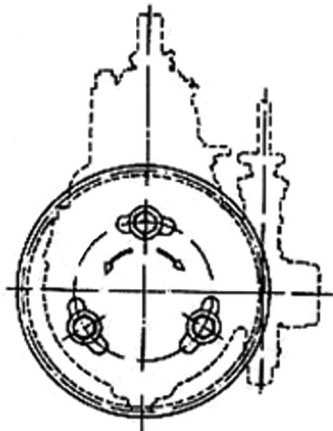

Рисунок 2. Регулировка синхронизации впрыска топлива
3. Если угол опережения подачи масла слишком велик или слишком мал, отвинтите 3 болта, которые крепят ТНВД к редуктору, и поверните ТНВД (см. рисунок 2). При повороте по часовой стрелке угол опережения подачи топлива будет уменьшаться; а при повороте против часовой стрелки увеличиваться. После каждого поворота затягивайте 3 болта и выполняйте проверку угла опережения подачи топлива, для того чтобы величина угла опережения соответствовала требованиям.